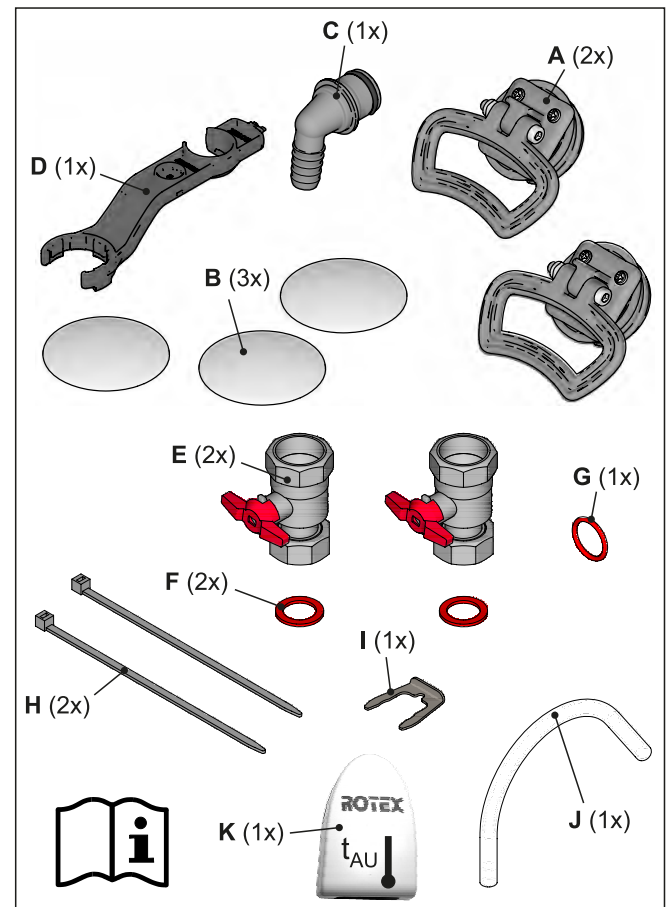

Bild 4-8
- Zubehörbeutel (siehe Bild 4-8),